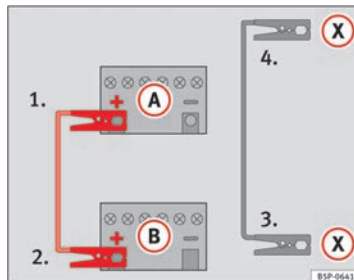

Abb. 160 Anschlussschema für Fahrzeuge mit Start-Stopp-System.
- Klemmen Sie ein Ende des *roten* Starthilfekabels an den Pluspol  $\oplus$  des Fahrzeugs mit der entladenen Fahrzeugbatterie  $\textcircled{A}$  an  $\Rightarrow$  Abb. 160.
- Klemmen Sie ein Ende des *schwarzen* Starthilfekabels  $\textcircled{X}$  an einen geeigneten Masseanschluss, ein massives, fest mit dem Motorblock verschraubtes Metallteil oder an den Motorblock selbst an  $\Rightarrow$  Abb. 160.